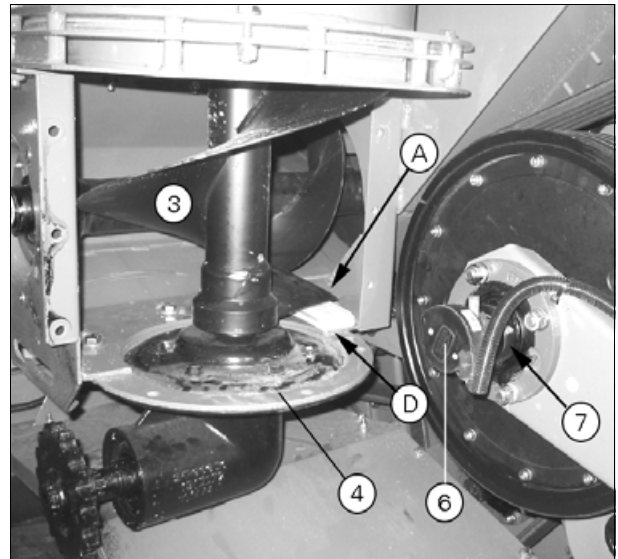

Рис. 15.
- Присоедините провода к коммутатору (6) (рис. 15): красный провод к +, черный провод к –.